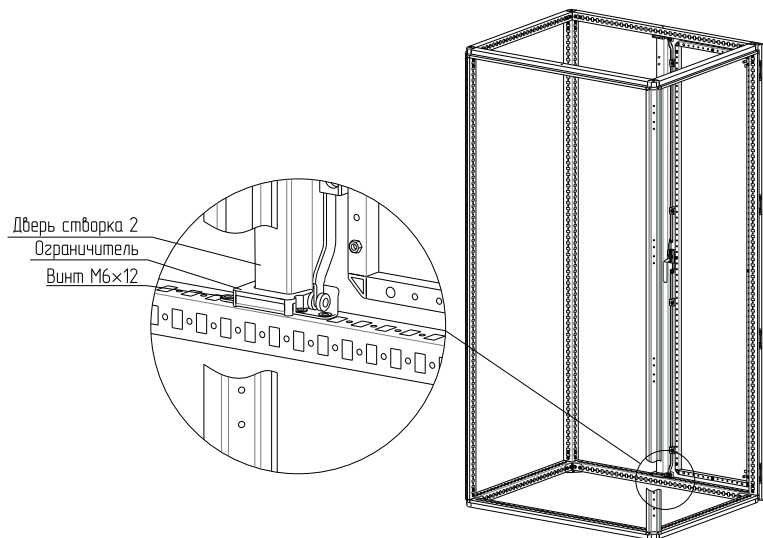

Рисунок 4
4.1.4 Установить ограничители сверху и снизу каркаса (рисунок 4). Для крепления использовать винты самонарезающие М6×12. Момент затяжки – 7 Н·м.